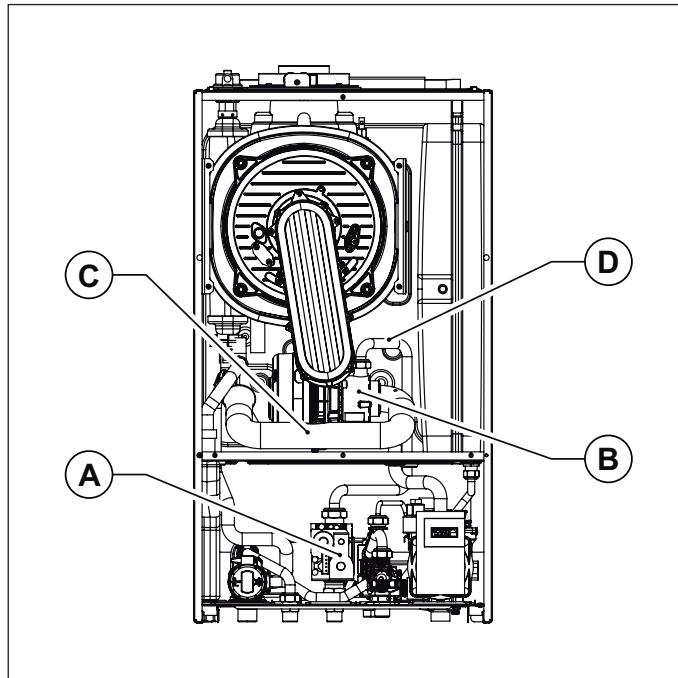

Fig. 36 Marmitta di aspirazione
- Rimuovere la marmitta di aspirazione, avendo cura di svitare prima la vite che la fissa al miscelatore (vedi Fig. 36 Marmitta di aspirazione).
- Collegare il tubo gas dal miscelatore (vedi Fig. 36 Marmitta di aspirazione).
- Scollegare il tubo gas dal miscelatore (vedi Fig. 36 Marmitta di aspirazione).